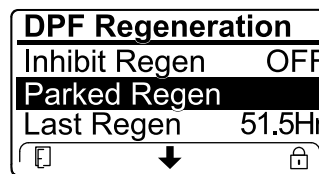

Figura 47
- Se il computer del motore richiede una rigenerazione di recupero, oppure sta eseguendo una rigenerazione di recupero, e voi scorrete il menu verso il basso fino all'opzione PARKED REGEN, la rigenerazione parcheggiata viene bloccata e l'icona di blocco (Figura 47) compare nell'angolo in basso a destra dell'InfoCenter.